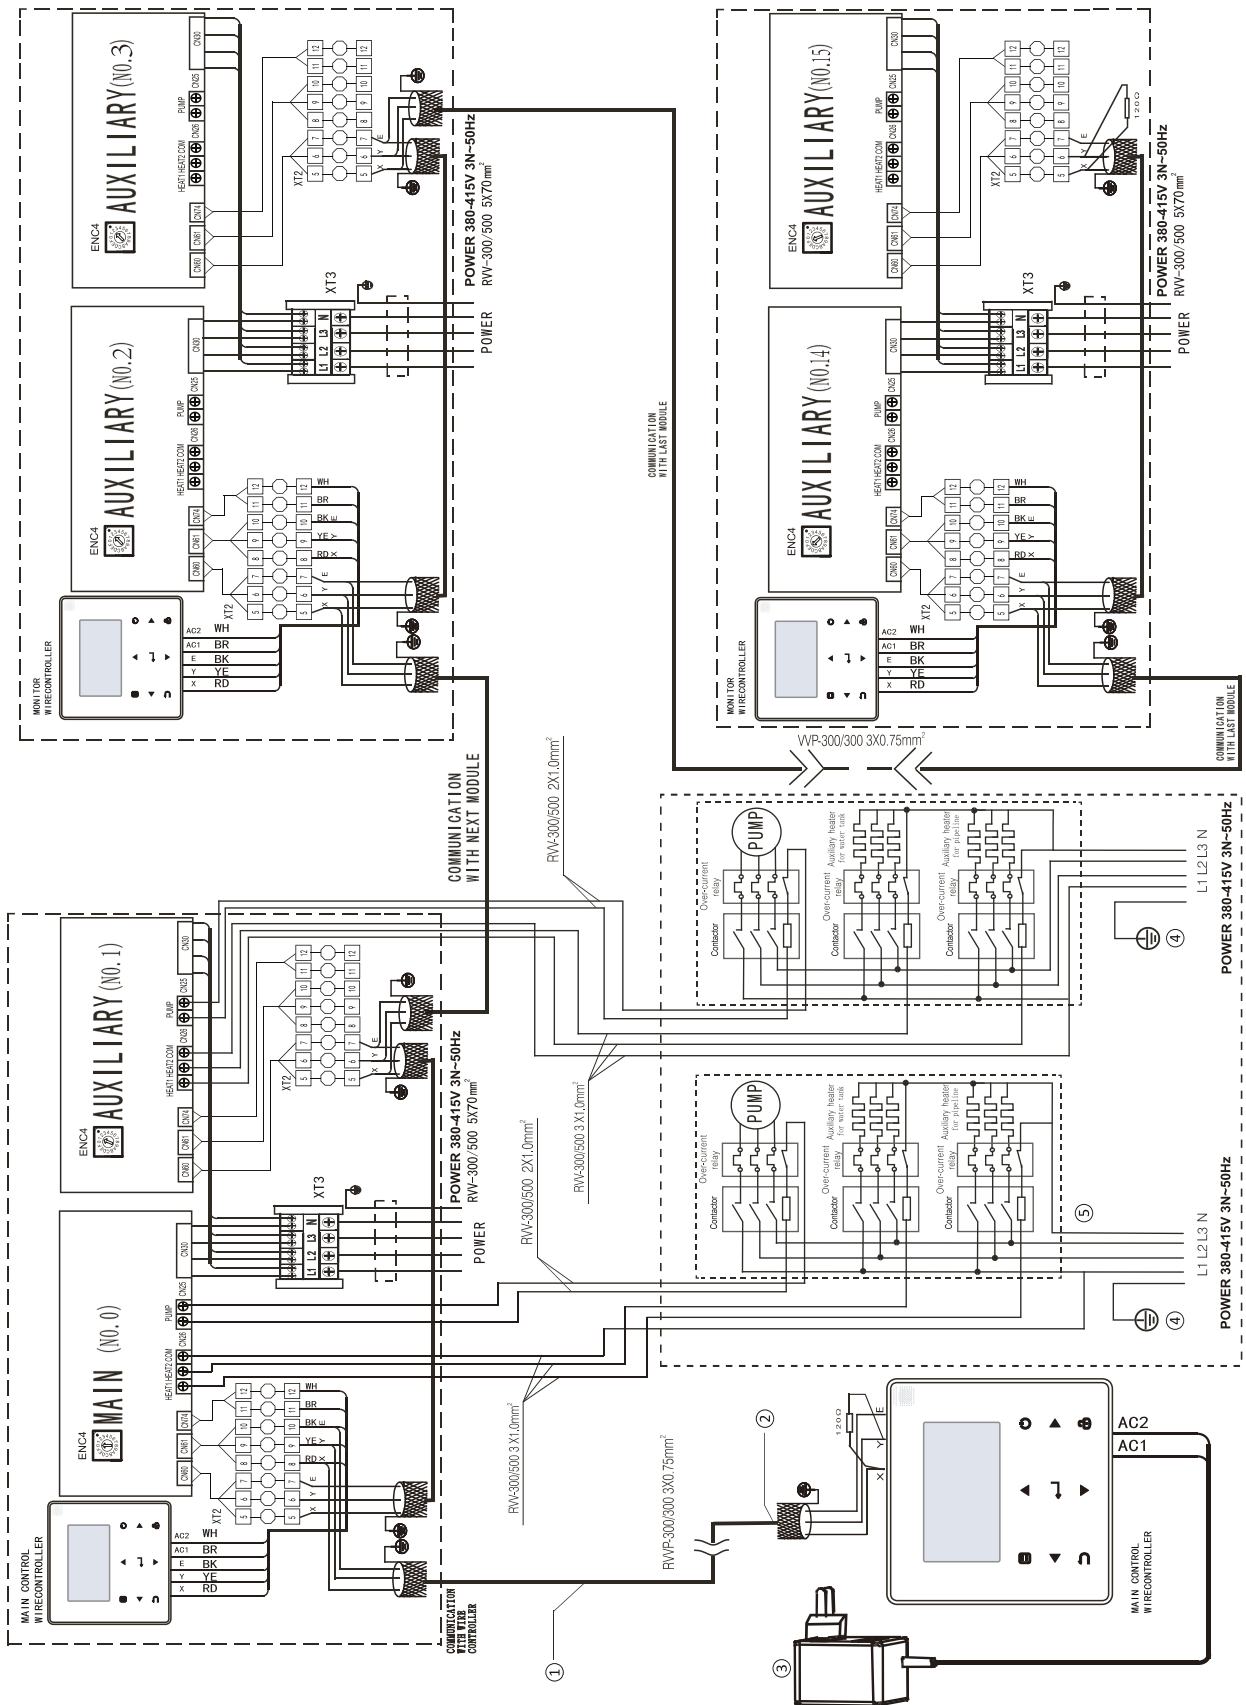

Abb. 8-28: Schaltplan der Vernetzung von Hauptgerät und Zusatzgerät für SCV-1800EBH
- c) Das Eingangsrohr des Verdampfers muss mit einem Ziel-Durchflussregler versehen werden, um das Gerät gegen Unterbrechung des Durchflusses zu schützen. An den beiden Enden des Ziel-Durchflussreglers müssen horizontale gerade Leitungsabschnitte vorhanden sein, deren Durchmesser ein Fünftel des Durchmessers des Wasserzulaufrohrs ist. Der Ziel-Durchflussregler muss genau nach der Anleitung zur Installation und Bedienung des Ziel-Durchflussreglers installiert werden (Abb. 8-28, 8-29). Der Ziel-Durchflussregler sollte zum Elektrokasten mit einem abgeschirmten Kabel angeschlossen werden (Details siehe elektrischen Steuerungsplan). Der Arbeitsdruck des Ziel-Durchflussreglers beträgt 1,0 MPa, der Durchmesser seines Anschlusses beträgt 1 Zoll. Nach der Installation der